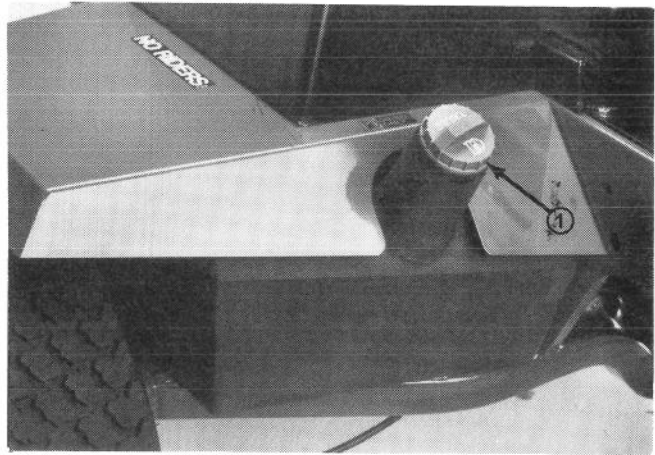

Figura 12
2. Quitar la tapa del depósito de combustible (Figura 12) y llenar el depósito con diesel #2 hasta 25 mm de la parte superior del depósito, *no de la boca de llenado*. **NO SOBRELLENAR.**